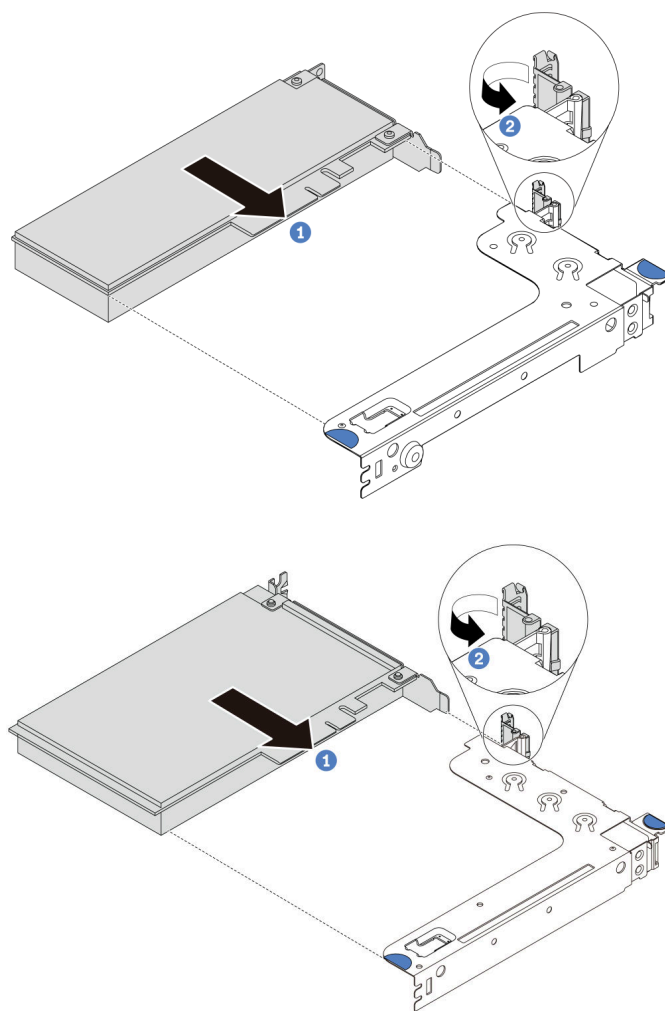

Рис. 108. Установка блока платы-адаптера Riser 1 (LP/FHFL)
**Примечание:** Датчик вмешательства можно установить только в блок платы-адаптера Riser 1 (LP/FHFL). Скоба платы-адаптера Riser, в которую устанавливается датчик вмешательства, может отличаться от показанной на рисунке ниже, но способ установки один и тот же. Сведения о различных типах поддерживаемой скобы платы-адаптера Riser см. в разделе Рис. 108 «Установка блока платы-адаптера Riser 1 \(LP/FHFL\)» на странице 139.